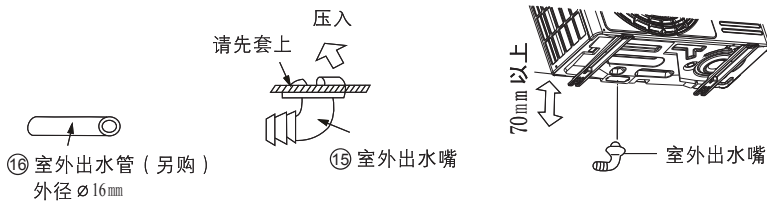

图29
- 2 欲利用出水孔将冷凝水导出时, 请将机体在安装后沿换热器均匀地注入适量的水, 观察底盘上三个出水孔的出水量。然后依图29所示将附件⑮室外出水嘴安装在出水量最多的孔中, 再套上附件⑯室外出水管, 使之朝向最合适的位置。